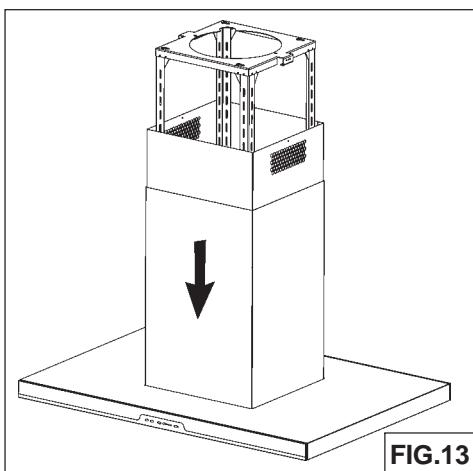
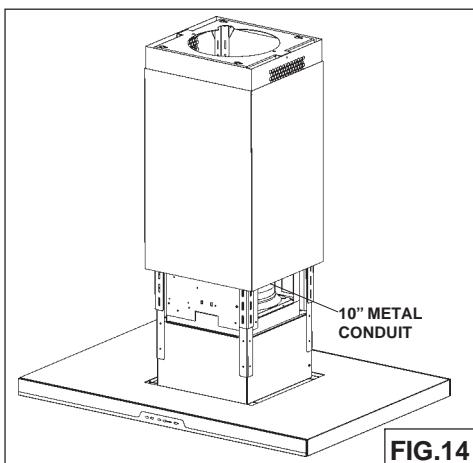

FIG.13
FIG.14
- Introduire le **conduit supérieur** et **inférieur** à la structure de support (Fig.13).
- Montez le capot au plafond en utilisant les (4) vis de 6x70mm précédemment installés. Serrer les vis. Installez (2) vis de 6x60mm supplémentaires comme indiqué dans l'illustration. Assurez-vous que tous les (6) vis sont sécurisées.
- Utilisez 8" conduit rond en métal de connecter le collet de conduit sur la hotte au système de haut (Fig.14).